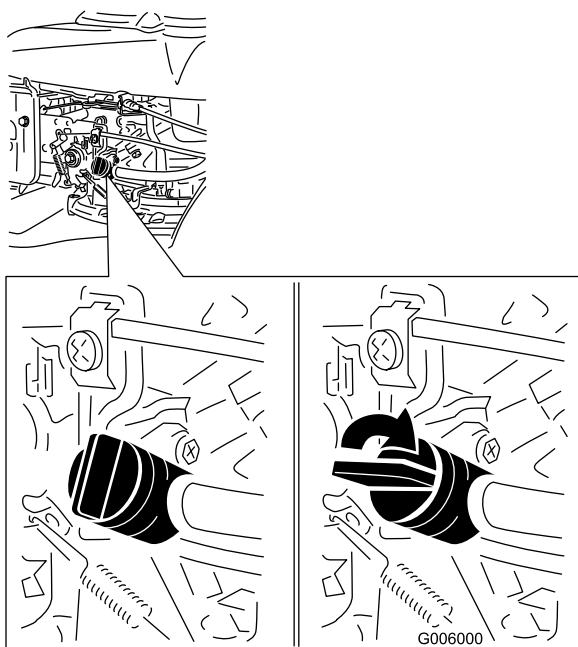

Bild 23
2. Drehen Sie den Kraftstoffhahn auf die Ein-Stellung (Bild 23).